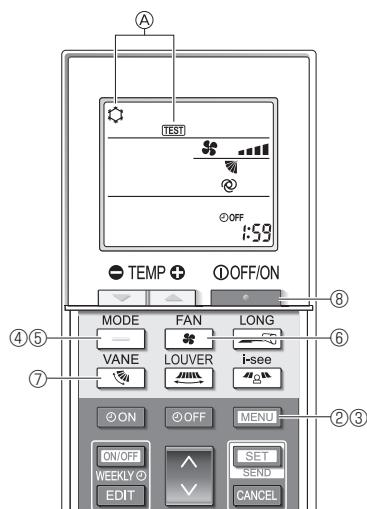

Fig. 8-5
- ① Mettez l'appareil sous tension au moins 12 heures avant l'essai de fonctionnement.
- ② Appuyez sur la touche [MENU] pendant 5 secondes. (Fig. 8-5) (Effectuez cette opération lorsque l'affichage de la télécommande est éteint.)
- ③ Appuyez sur la touche [MENU]. La mention ④ [TEST] et le mode de fonctionnement en cours sont affichés. (Fig. 8-5)
- ④ Appuyez sur la touche [ ] pour activer le mode refroidissement, puis vérifiez que de l'air froid est soufflé par l'appareil.
- ⑤ Appuyez sur la touche [ ] pour activer le mode chauffage, puis vérifiez que de l'air chaud est soufflé par l'appareil.
- ⑥ Appuyez sur la touche [ ] et vérifiez que la vitesse du ventilateur change.
- ⑦ Appuyez sur la touche [ ] et vérifiez que l'ailette automatique fonctionne correctement.
- ⑧ Appuyez sur la touche [ ] pour terminer l'essai de fonctionnement. (Après deux heures, un signal sera émis pour arrêter l'essai de fonctionnement.)